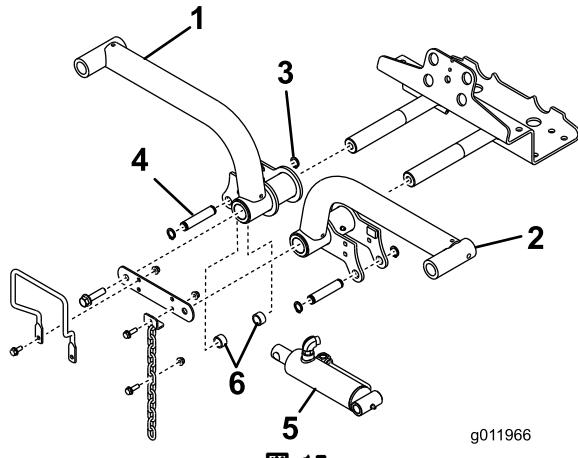

図 15
4. 左右の昇降アームをそれぞれピボットシャフト (図 15) に差し込み、保管しておいたピボットシャフト・リンクとキャップスクリュを取り付けて固定する。
6. 昇降シリンダの右端を右昇降アームに連結する(ピン1本とスペーサ2個)(図15)。リテナーリングで固定する。